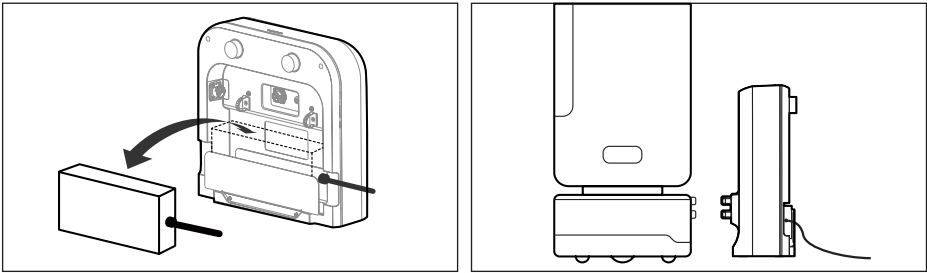

Рис. 3
2. После подключения интерфейса адаптера питания к зарядной станции вы можете вставить адаптер в предназначенный для этого разъем (см. рис. 3).
4. После подключения адаптера питания к зарядной станции убедитесь, что зарядная станция надежно закреплена. После парковки на зарядной станции робот может начать зарядку (см. рис. 3).